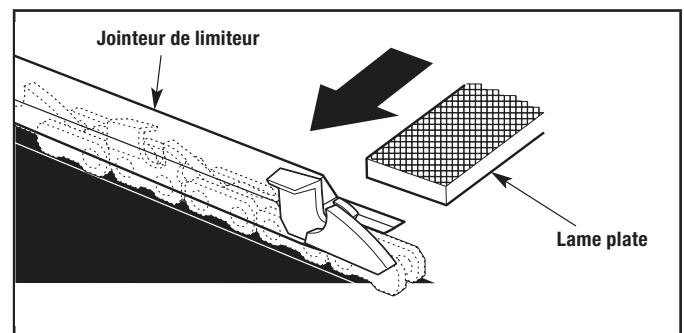

Figure 35
3. Utilisez un limiteur de profondeur (non compris) pour vérifier les dégagements (Fig. 35) de chaque dent. Le jeu du limiteur de profondeur doit être maintenu à 0,635 mm (0,025 po). Le dégagement du limiteur de profondeur détermine la profondeur à laquelle la lime entre dans le bois et la taille des copeaux de bois. Un dégagement trop important augmente les risques de rebond. Un dégagement trop faible diminue la taille des copeaux de bois et la capacité de coupe.
- 3a. Utilisez un jointeur de limiteur de profondeur de 0,635 mm (0,025 po) et une lime plate (non comprise) pour abaisser la profondeur du limiteur (Fig. 35).